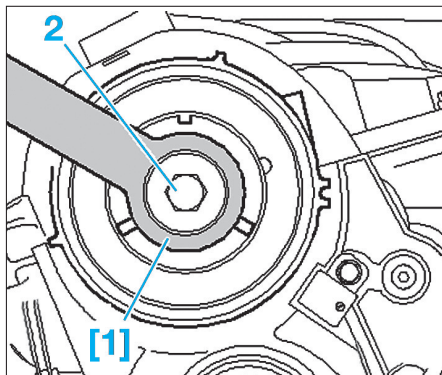

Fig. 53
- Maintenir le moyeu à l'aide de l'outil [1] et desserrer la vis (2) de fixation du moyeu de deux tours (Fig.53).